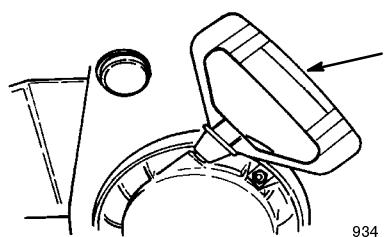

Figure 22
- Démarreur à lanceur** (Fig. 22)—Le lanceur se trouve à l'arrière du moteur. Tirez sur le lanceur pour mettre le moteur en marche.
- A. Prenez la poignée du lanceur (Fig. 22) et tirez-la lentement jusqu'à ce que vous sentiez une résistance, puis tirez vigoureusement pour lancer le moteur.